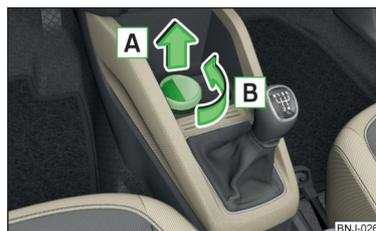

Fig. 72
- › **Retirar** o casquilho no sentido da seta **A** » Fig. 72.